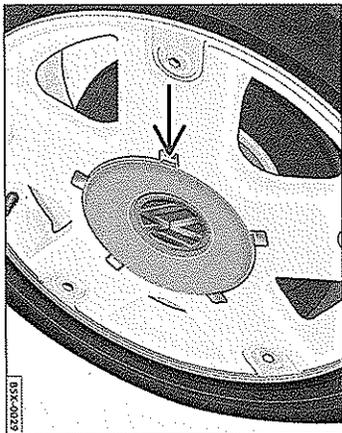

Fig. 9 Rebajos para retirada de tapacubo central
- Introduzca el extremo achatado de la llave de rueda en el rebajo indicado => fig. 9 y retire el tapacubo central para colocar los tornillos de la rueda. ◀